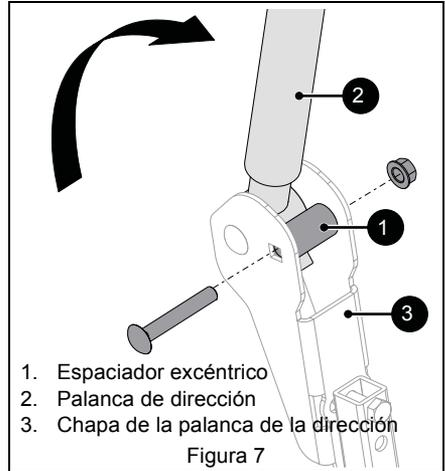

Figura 7
11. Girar las palancas de dirección a la posición de trabajo y montar un espaciador excéntrico entre las chapas de la palanca de dirección. Fijar con tornillería. Consulte Figura 7.